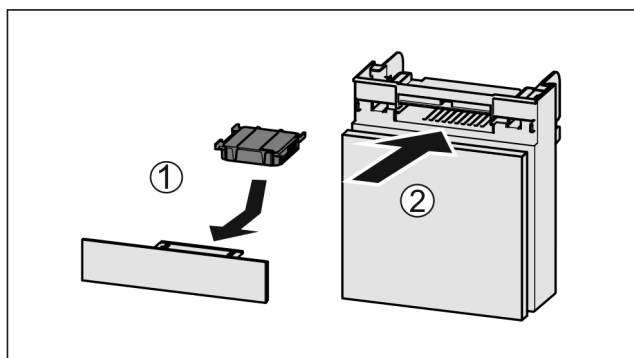

Fig. 213
- ▶ Вставити фільтр з активованого вугілля за малюнком Fig. 213 (1).
- ▶ Вставити відділення Fig. 213 (2).